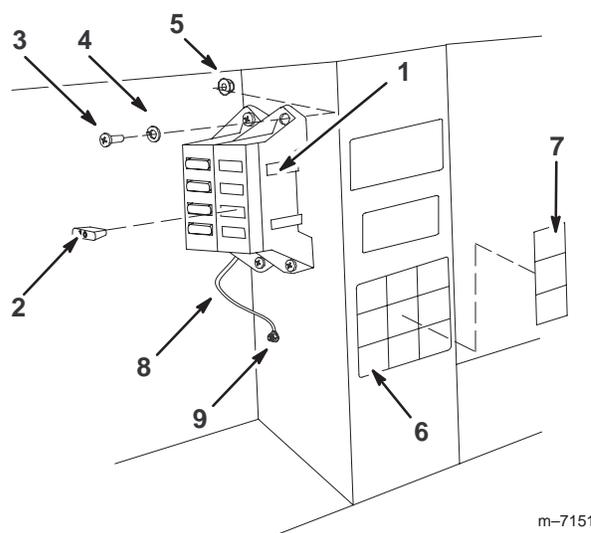

Figura 7
4. Montate sul telaio, accanto al portafusibili esistente, il portafusibili ed il cablaggio preassemblato, usando le due viti (#10-24 x 3/4 poll.), due rondelle (7/32 poll.) e due dadi di bloccaggio (#10-24), come illustrato nella figura 7.